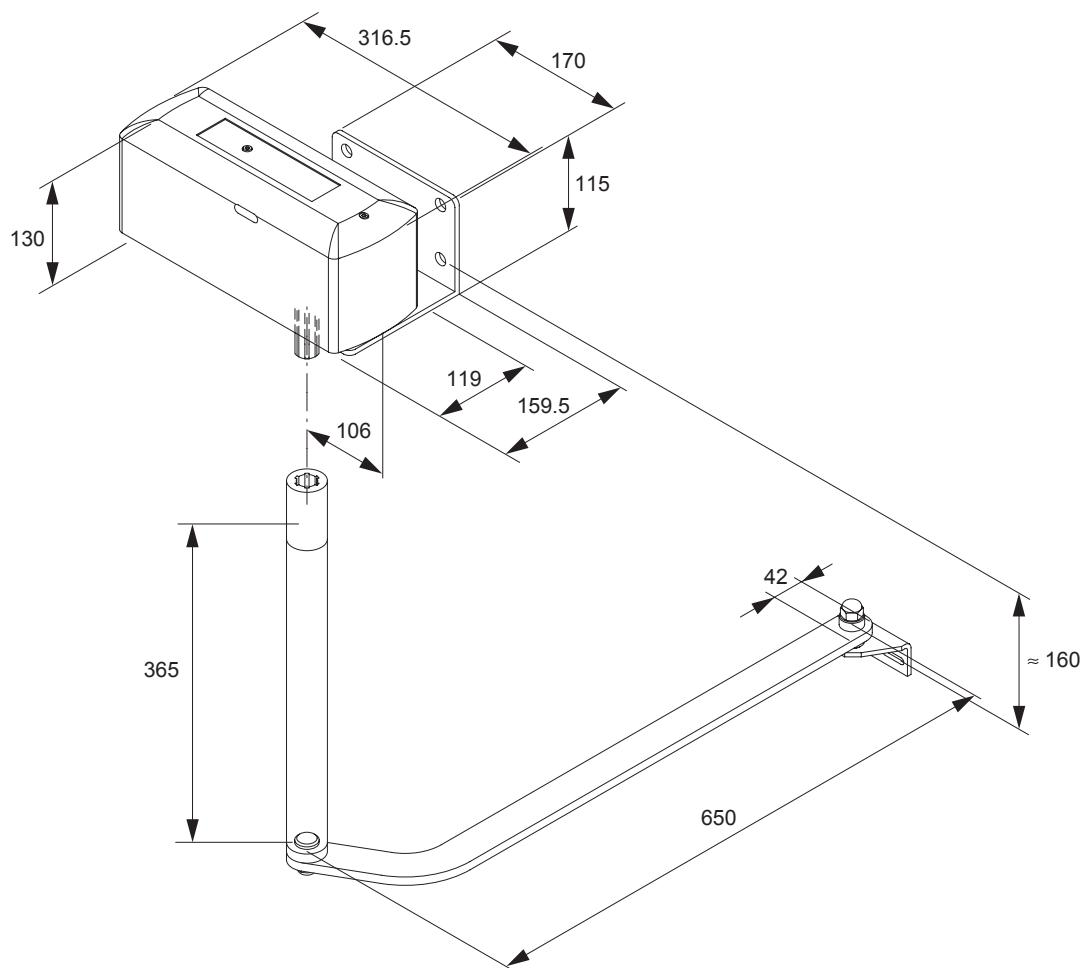

Fig.1
2. Ingombri e misure di max (fig.1)
2. Overall dimensions (fig.1)
2. Richtraumbedarf und -Maße (Bild 1)
2. Encombremens et dimensions (fig.1)
2. Volumes y acotaciones (fig.1)